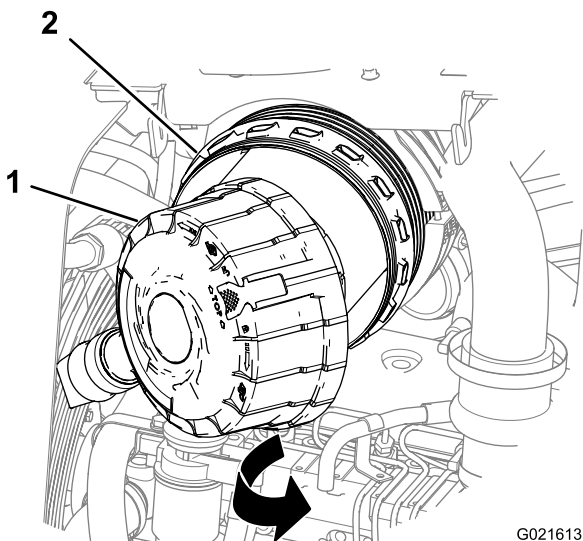

Figura 50
4. Separe la tapa del limpiador de aire de la carcasa del limpiador para retirar la tapa (Figura 50).
2. Alinee la tapa del limpiador de aire sobre la carcasa del limpiador (Figura 50).
3. Use un paño limpio y húmedo para limpiar el interior de la carcasa del limpiador (Figura 50).
3. Limpie el interior de la carcasa del limpiador con un paño limpio y húmedo (Figura 50).